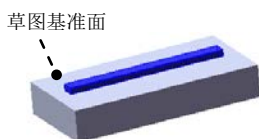

图 14.3.4 凸台—拉伸 2
(4) 单击 按钮，完成凸台一拉伸 1 的创作。
Step3. 创建图 14.3.4 所示的零件基础特征——凸台一拉伸 2。
(1) 选择命令。选择下拉菜单 **插入(I)** → **凸台/基体(B)** → **拉伸(E)...** 命令(或单击“特征(F)”工具栏中的 按钮)。
(2) 定义特征的横断面草图。
① 定义草图基准面。选取图 14.3.4 所示的表面作为草图基准面。